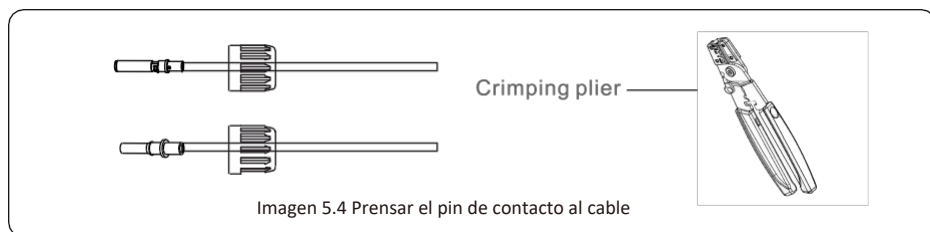

Imagen 5.4 Presar el pin de contacto al cable
- b) Engarce los terminales metálicos con unos alicates de engarce, tal y como se muestra en la imagen 5.4.